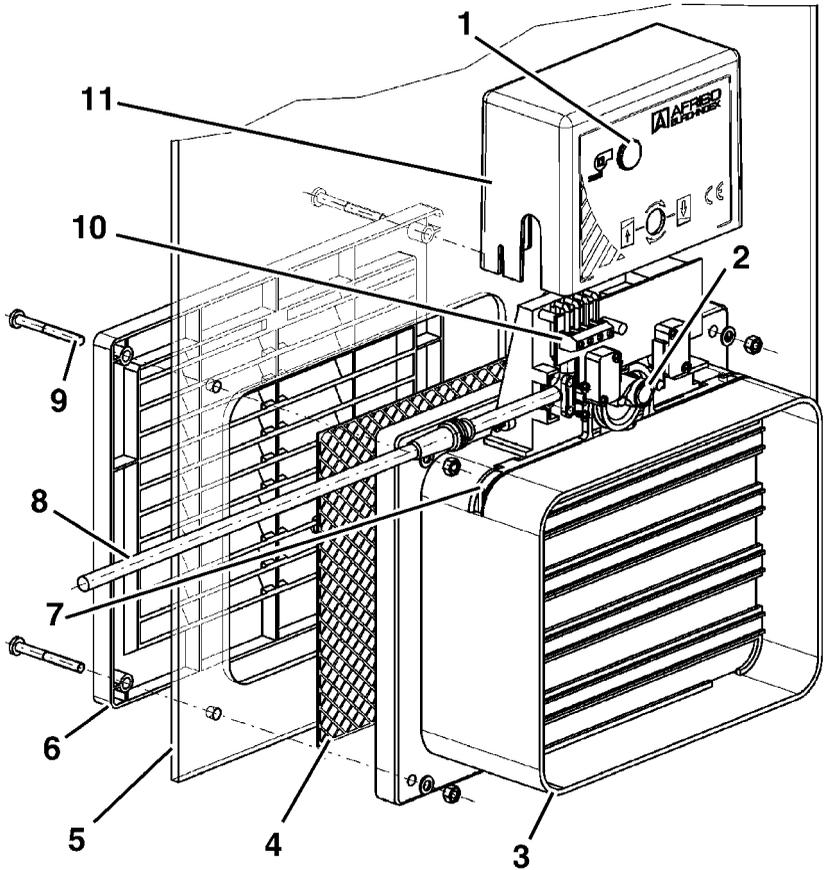

Bild 1: Aufbau
8. Air-Control und Insektenschutzgitter von innen, das Schutzgitter von außen an den Fenstereinsatz ansetzen und mit den im Zubehörbeutel befindlichen vier Schrauben verschrauben (siehe Bild 1, Seite 6).